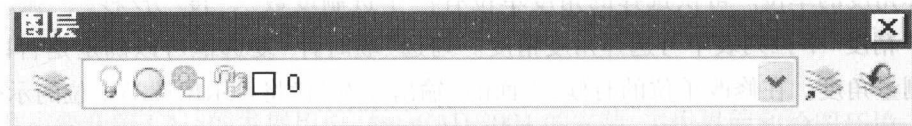
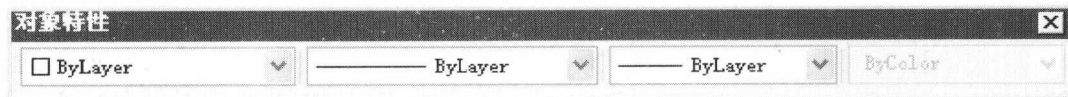

图 1-12 “图层”工具栏
图 1-13 “对象特征”工具栏
(4)“图层”和“对象特征”工具栏分别如图 1-12 和图 1-13 所示,主要包括图层设置及当前图层的控制和当前绘图的对象特征。